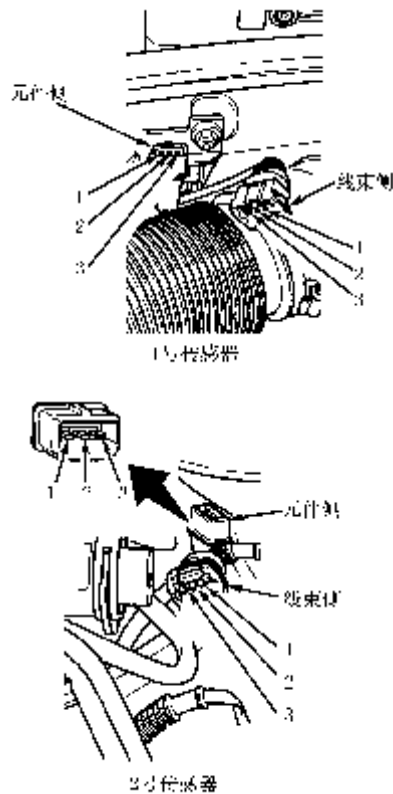

图 6-26 识别爆燃传感器端子 1 和 2
2) 点火开关置于 OFF 位，断开爆燃传感器 1 线束接头。测量爆燃传感器 1（元件侧）端子 1 和端子 2 之间的电阻（见图 6-26），测量爆燃传感器 1（元件侧）端子 2 和端子 3 之间的电阻，测量爆燃传感器 1（元件侧）端子 1 和端子 3 之间的电阻，所有电阻应为无穷大。如果电阻符合规范，转入下一步。如果电阻不符合规范，更换爆燃传感器 1。